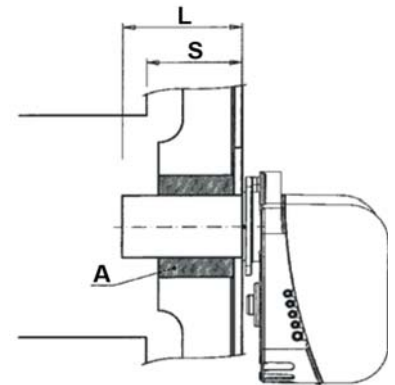

fig. 11
5.7 Montaggio del bruciatore (Fig. 11)